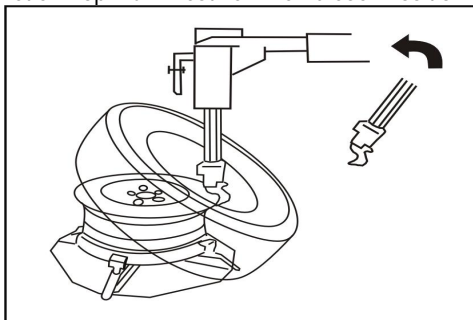

Fig.13
- Platzieren Sie den Reifen so auf die Felge, dass die Vorderseite höher ist (fig.13) und treten Sie das Pedal „⬆“, um den Kipparm wieder nach vorn zu bringen. Richten Sie den Montagekopf aus und drücken Sie den Arretierknopf zum Festklemmen dieser Position.